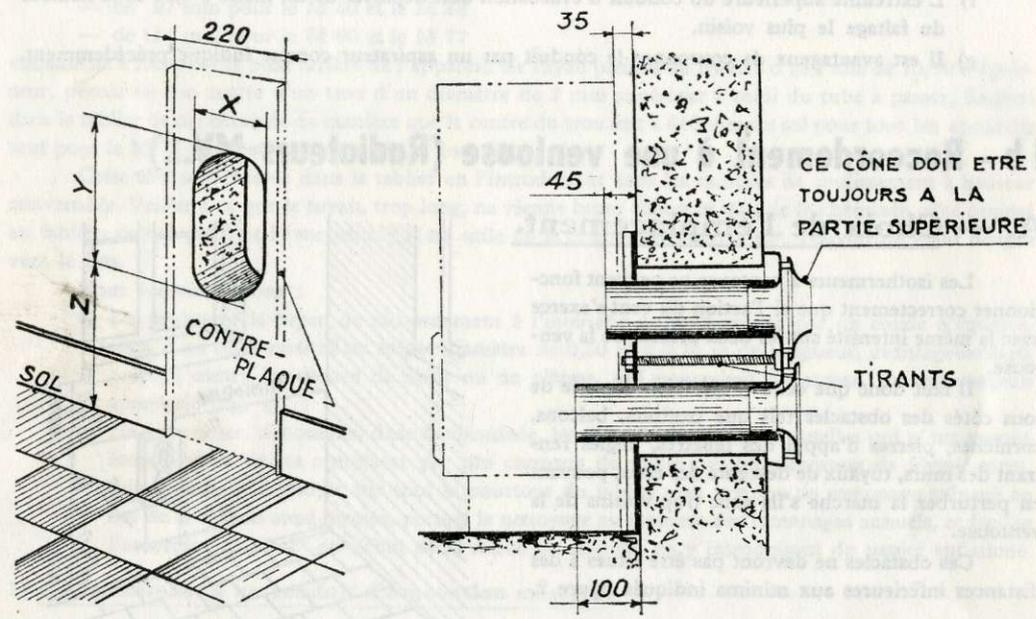

Fig. 3
2) Percer dans le mur le trou oblong aux dimensions ci-après et en lisser l'intérieur au plâtre ou au ciment (en aucun cas les tubes de raccordement ne doivent être scellés dans le mur). (fig 3).
- 10) **Couper les tubes : le tube supérieur doit dépasser la contre-plaque de 45 mm et le tube inférieur de 100 mm (fig. 3) quand le radiateur est distant de 35 mm du mur (pattes de fixation touchant la plinthe). On peut, si on le désire, écarter l'appareil de 2 à 3 cm supplémentaires, couper alors les tubes 2 à 3 cm plus longs.**